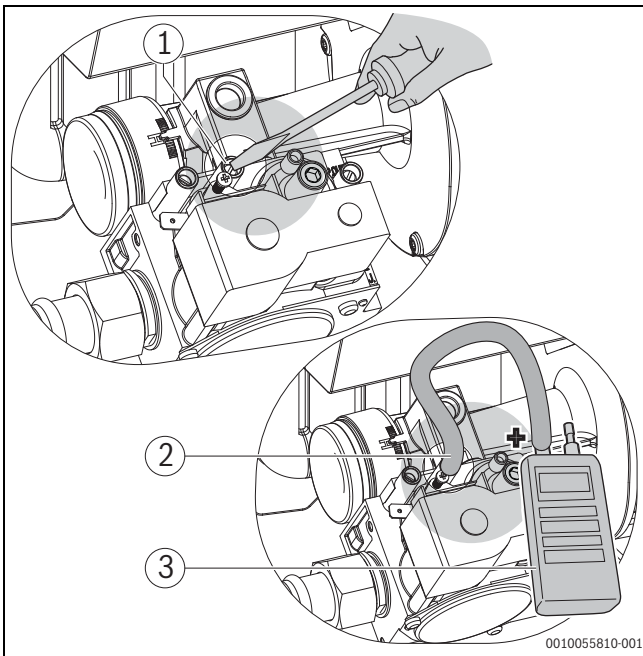

Bild 51 Gas-Luft-Verhältnis kontrollieren und einstellen
- ▶ Verschlusschraube am Messnippel um zwei Umdrehungen lösen (→ Bild 51).
- ▶ „+“-Anschluss des Druckmessgeräts über einen Schlauch mit dem Messnippel an der Gasarmatur verbinden (→ Bild 51).